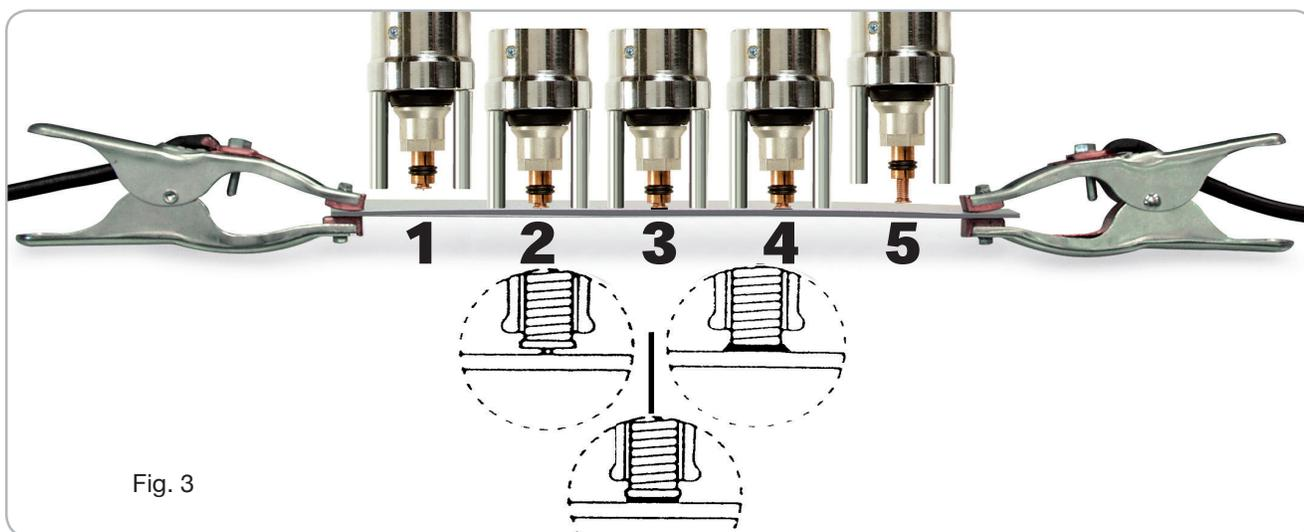

Fig. 3
**4 PRINCIPIO DE FUNCIONAMIENTO DE LA SOLDADURA DE ESPÁRRAGOS FILETEADOS CON CEBADO EN PUNTA DE ENCENDIDO (Fig. 3)**